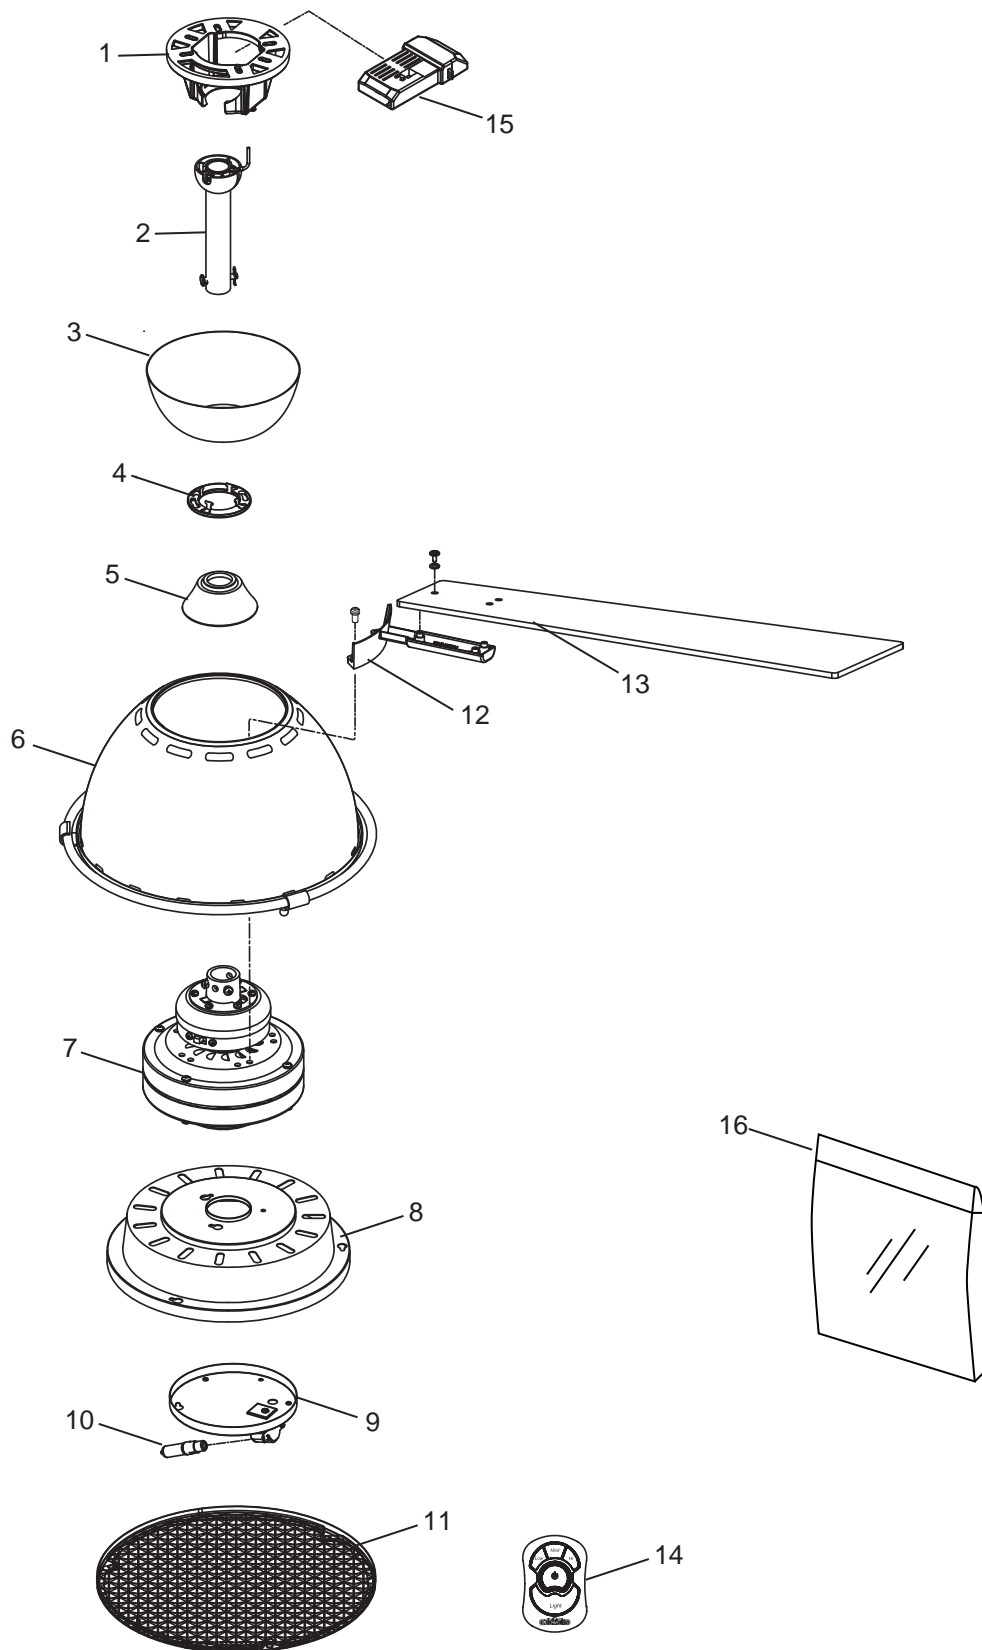

Figura 1
1. Coloque el aspa sobre el soporte de aspas con los pilotes roscados a la vista. Asegúrese de que la parte inferior del aspa se encuentre bien apoyada sobre el soporte. Con un destornillador Phillips, fije los tornillos con cabeza de arandela de 3/16-24 x 7.5 mm para asegurar la placa en el brazo de sujeción de las palas. (Figura 1)
1. Restaure la fuente de alimentación de la toma de corriente enciendiendo la electricidad del fusible principal. (Figura 1)